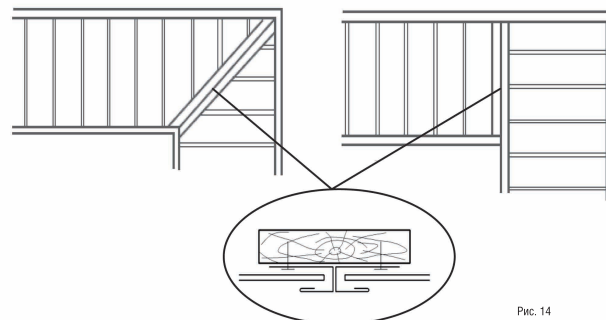

Рис. 14
1. Устройство угла должно выполняться при помощи двух G-планок, закрепленных на доске, вдоль линии стыка, как показано на рис. 14